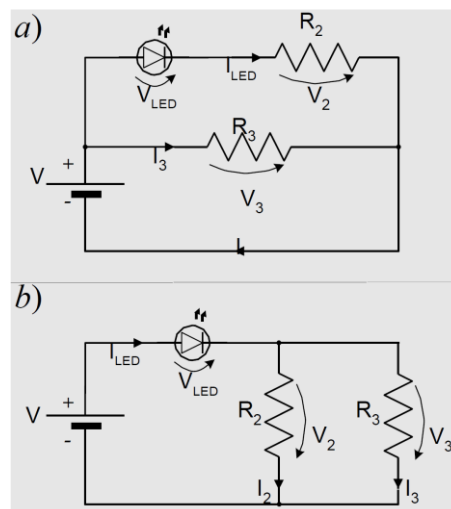

Figura 6 - Circuitos semelhantes aos mostrados na Figura 1, mas com a resistência R_1 substituída por um díodo emissor de luz (LED) polarizado directamente.
1. Substitua a resistência R_1 por um LED polarizado directamente como se indica na Figura 6. Não se engane na resistência a mudar e tenha atenção ao modo como monta o díodo (consulte a Figura 7 no Apêndice A). Repita todos os procedimentos anteriores com uma ddp na fonte igual $V = 10 \text{ V}$ e, uma outra vez, para $V = 5 \text{ V}$.